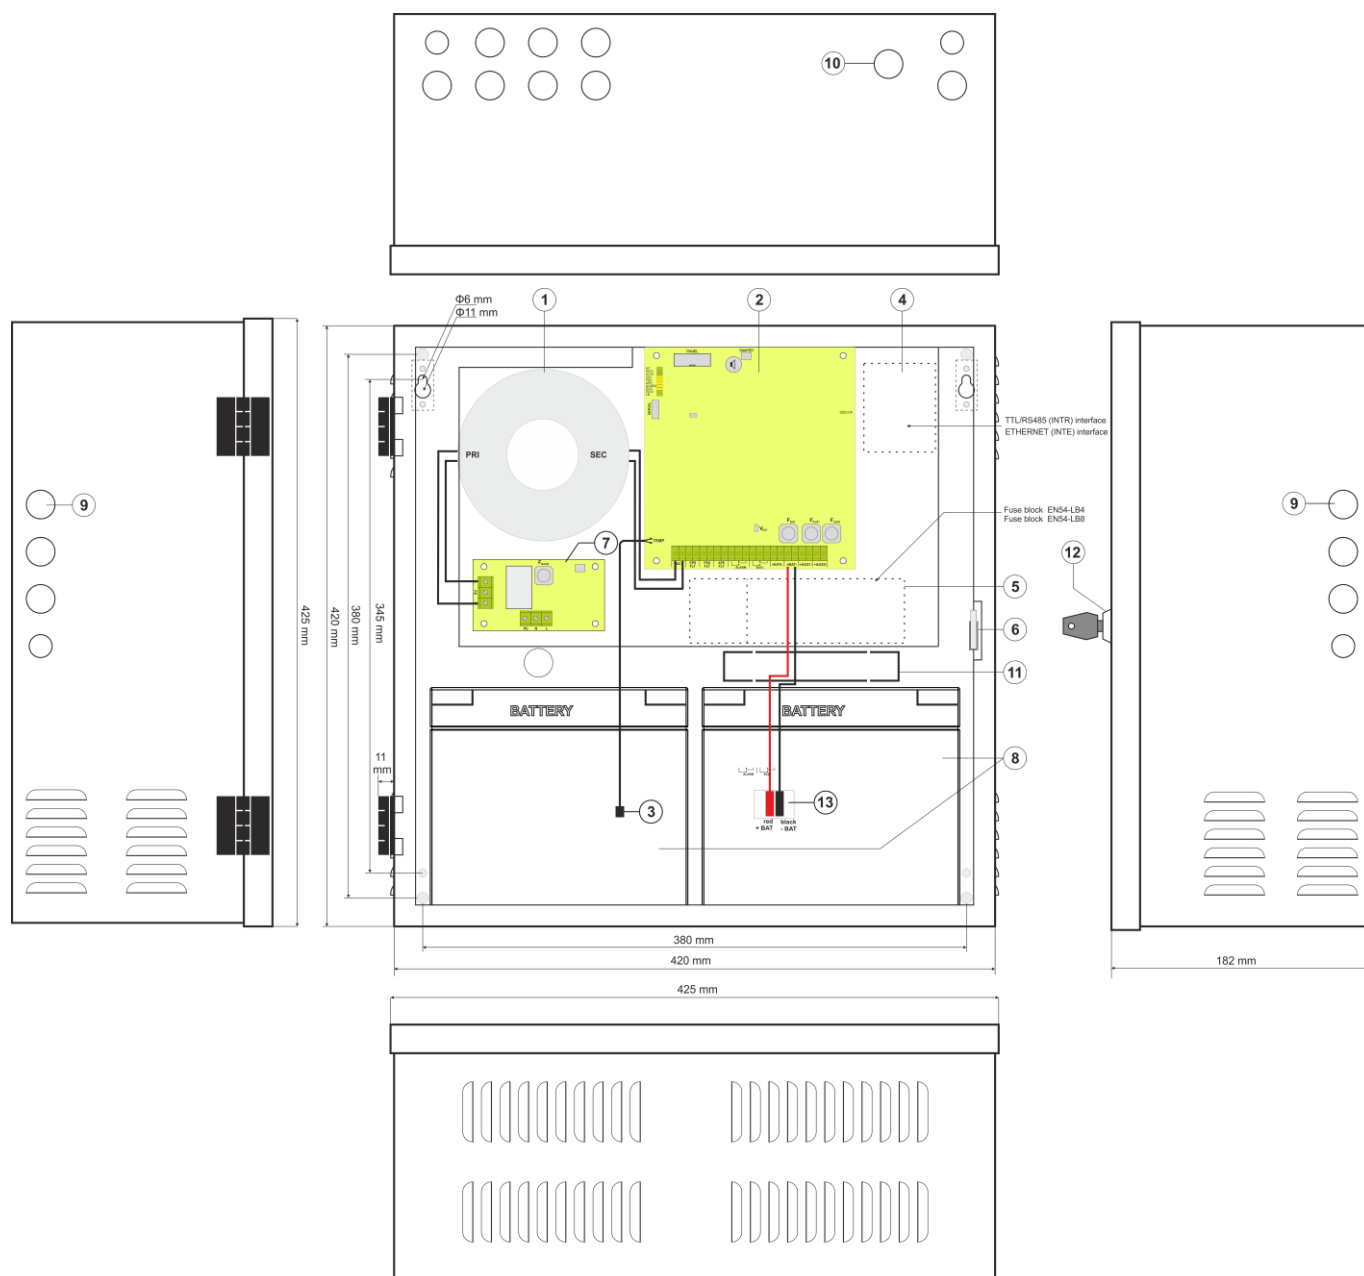

Abb. 4. Ansicht des Netzteils.
Tabelle 3. Elemente des Netzteils (Abb. 4)
5. Die Akkus am gewählten Platz im Gehäuse montieren (Abb. 4) Der Akku mit der Platte des Netzteils mit Beachtung der entsprechenden Polarität verbinden. Die Akkus bedürfen der Reihenschaltung mit Hilfe der speziellen Leitung, die sich im Lieferumfang des Netzteils befindet.